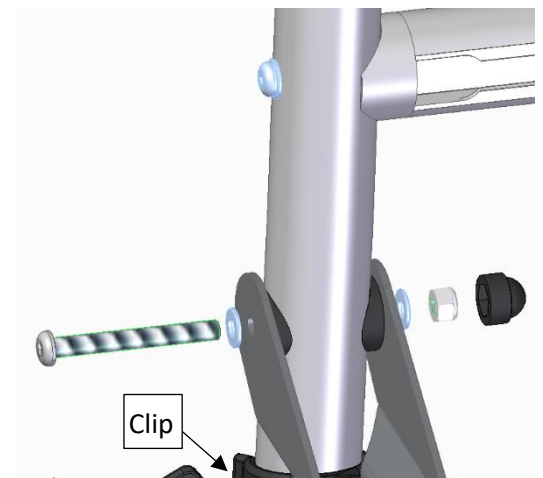

Abbildung 6
Der Ausleger (5) wird wie folgt montiert: An den Rohr-Enden (5) befinden sich Kunststoff-Clips. Mit diesen Clips wird der Ausleger (5) vorerst an die beiden Seitenrohre (1) geklippt, so dass die Bohrungen in den Blechen mit den Bohrungen unter dem unteren Querträger (2) fluchten (Position -> siehe Abb. 6 – Hochlader). Dann werden die Kunststoff-Satteldistanzstücke (24) zwischen das Blech und das Seitenrohr (1) geschoben. Wenn nun alle Bohrungen aller Teile fluchten, kann die Linsenkopfschraube M8x70 (13) mit Unterlegscheiben (21) und der Mutter (19) verschraubt werden.